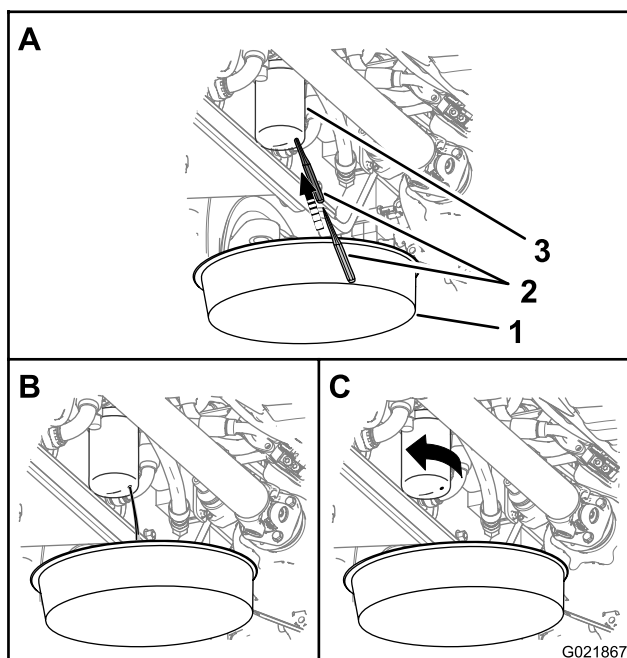

Figure 94
Remarque: Vous pouvez accéder au filtre de pression hydraulique sous le côté droit de la machine, derrière le réservoir hydraulique (Figure 94).
- Placez un récipient sous le filtre de pression hydraulique (Figure 94).
2. Percez le fond du filtre de pression hydraulique pour permettre au liquide hydraulique de s'écouler dans le récipient (Figure 94).
3. Tournez le filtre de pression hydraulique dans le sens antihoraire pour le retirer (Figure 94).